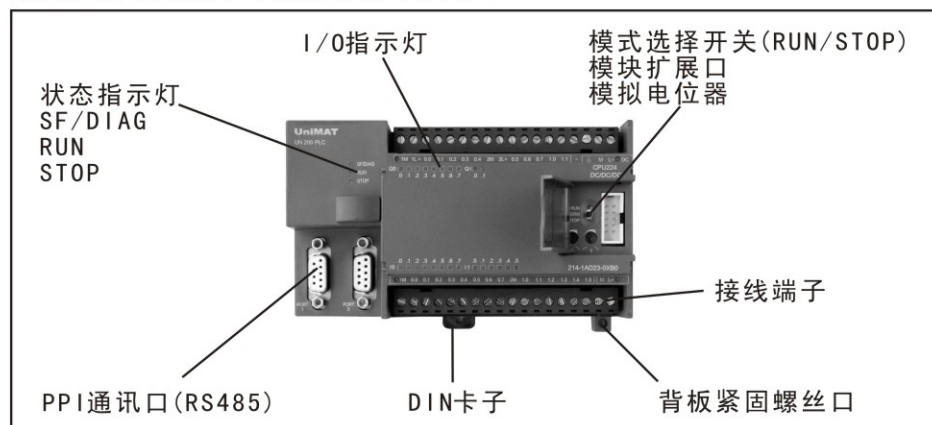

图1: CPU224结构图
CPU224是将微处理器、集成电源和多功能I/O集成在一起的小型可编程逻辑控制器，其结构如图1所示：
2、使用PPI适配器或CP 5611卡的PPI端与图1的通讯口连接。
3、如需要外接扩展模块，则将模块接在图1中模块扩展端口上，一个CPU224最多可接7个扩展模块。